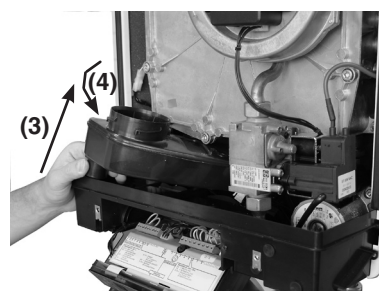

Fig. 6.4-5
- Sollevare il collettore fumi (3) e ruotarlo sul davanti (4) (Fig. 6.4-5)